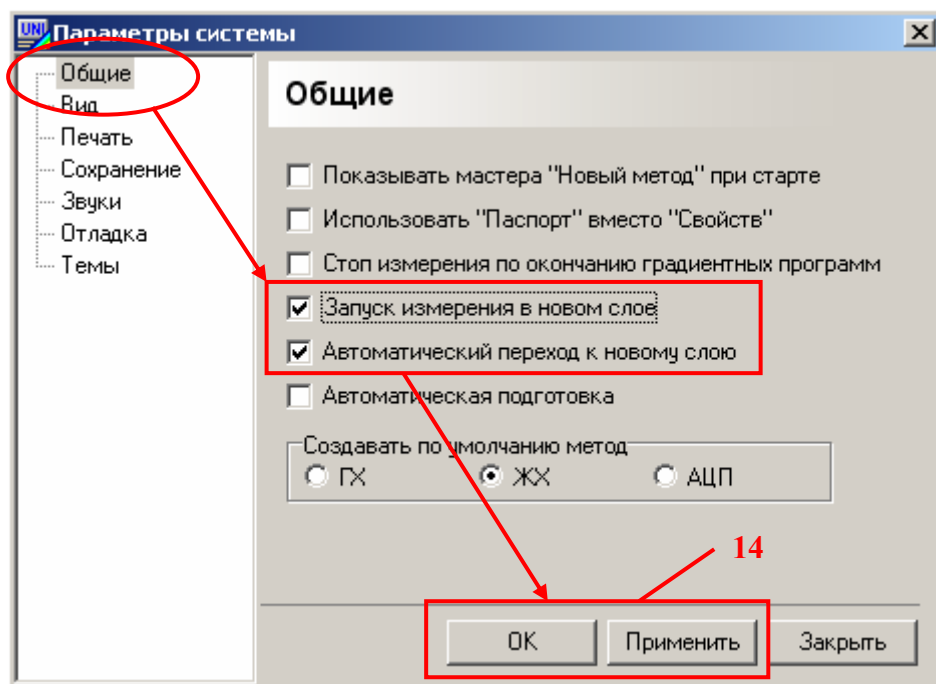

Рис. 26. Настройки запуска измерения.
- В окне «**Параметры системы**» выберите раздел «**Общие**», подведя указатель мыши к пункту «**Общие**» и щёлкнув левой кнопкой мыши по этому пункту (см. Рис. 26).